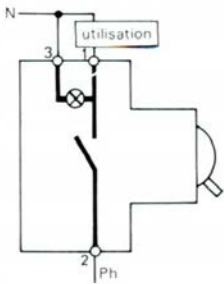

fig. 3 - version unipolaire.
- en aval de l'interrupteur pour indiquer (par allumage du voyant) que l'utilisation est sous tension. Exemple : éclairage cave, chambre froide... (fig. 3 et 4).